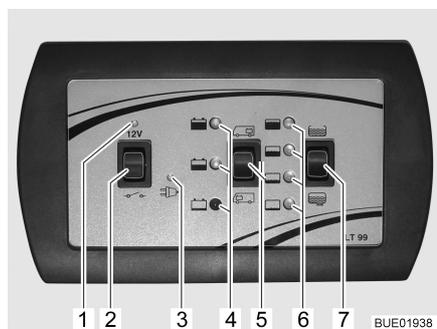

Fig. 46 Pannello di controllo (LT 99)
L'interruttore principale a 12 V (Fig. 46,2) inserisce e disinserisce l'alimentazione a 12 V dell'abitacolo.
**Accensione:** ■ Premere in alto l'interruttore a bilico (Fig. 46,2) "12 V": L'alimentazione a 12 V dell'abitacolo è inserita. La spia di controllo a 12 V (Fig. 46,1) diventa verde.
**Spegnimento:** ■ Premere in basso l'interruttore a bilico (Fig. 46,2) "☐": L'alimentazione a 12 V dell'abitacolo è disinserita. La spia di controllo a 12 V (Fig. 46,1) si spegne.
Con l'interruttore a bilico di indicazione della batteria (Fig. 46,5) è possibile verificare lo stato di carica della batteria dell'abitacolo e di avviamento.
- Premere in alto l'interruttore a bilico (Fig. 46,5) "☐": Viene indicato lo stato di carica della batteria dell'abitacolo.
- Premere in basso l'interruttore a bilico (Fig. 46,5) "☐": Viene indicato lo stato di carica della batteria di avviamento.
Dopo aver premuto l'interruttore a bilico, si accende la spia di controllo rossa, gialla o verde (Fig. 46,4).
L'interruttore a bilico di indicazione del livello dei serbatoi (Fig. 46,7) consente di verificare il livello del serbatoio dell'acqua e quello delle acque grigie.
- Premere in alto l'interruttore a bilico (Fig. 46,7) : Viene indicato il livello del serbatoio dell'acqua.
- Premere l'interruttore a bilico in basso (Fig. 46,7) : Viene indicato il livello del serbatoio delle acque grigie.
Dopo aver premuto l'interruttore a bilico, si accende una spia di controllo (Fig. 46,6).
La spia gialla di controllo a 230 V (Fig. 46,3) si accende quando all'ingresso della centralina elettrica è presente una tensione di rete.